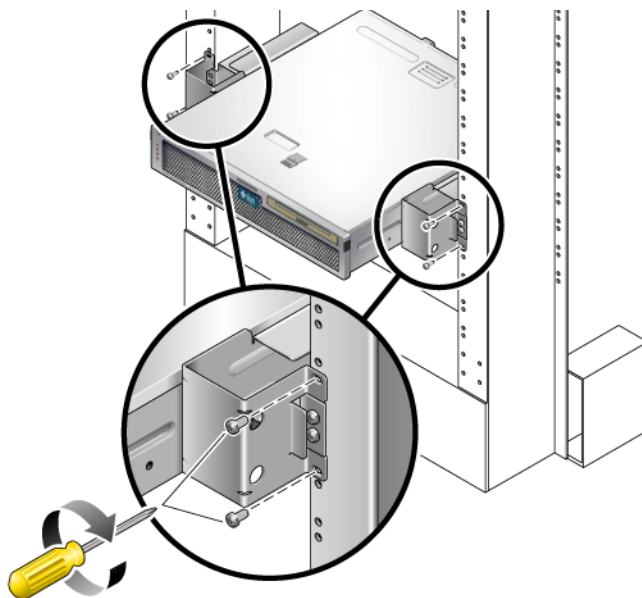

図 4-4 2 ポストラックへのサーバーの取り付けおよび固定
5. サーバーをラックまで持ち上げて、サーバーをレールガイドにスライドさせて挿入します (図 4-4)。
6. 各側面でねじを 2 本ずつ使用して、サーバーの各側面固定部品をラックに固定します (図 4-4)。